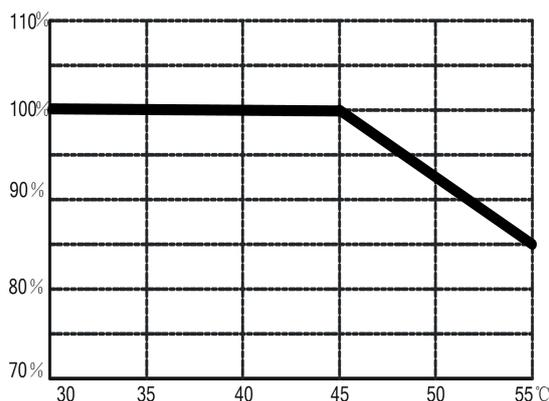

图 3-1 额定输出电流与环境温度的关系
- 1) 环境温度：-10°C ~ 45°C；由于环境温度变高造成产品散热效果变差，有必要降额使用，额定输出电流与环境温度的关系如图 3-1 所示。